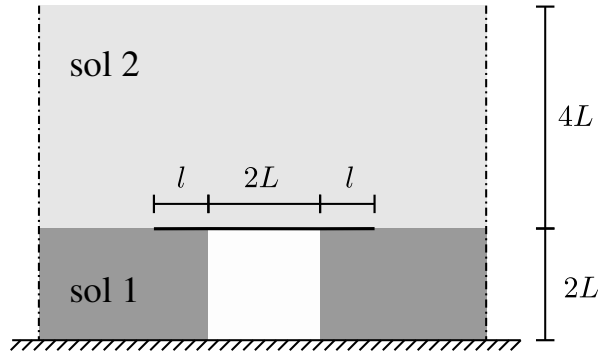

Figure 1 – Problème de stabilité d'une galerie renforcée
On se propose d'étudier la stabilité d'une galerie carrée de dimension  $2L = 5$  m creusée dans un massif comportant 2 couches de sol de hauteurs respectives 5 m et 10 m et de propriétés élastiques  $E = 1$  GPa,  $\nu = 0.25$ , de poids volumique  $\gamma = 20$  kN/m3 et obéissant à un critère de Tresca de cohésion  $C_1 = 1$  MPa pour le sol 1 et  $C_2 < C_1$  pour le sol 2 (cf. Figure 1). On prendra  $K_0 = 1$  pour l'état initial.
1. On modélise à présent le problème complet (Figure 1). On fixera dans toute la suite la longueur  $l = 1$  m et on considérera à chaque fois 3 valeurs différentes pour la cohésion du sol 2:  $C_2 = 100, 200$  et  $500$  kPa. Estimer la charge limite sous OptumG2 et commenter l'ordre de grandeur trouvé pour le facteur de stabilité par rapport à ceux obtenus dans la section précédente. Expliquer d'où provient la différence.